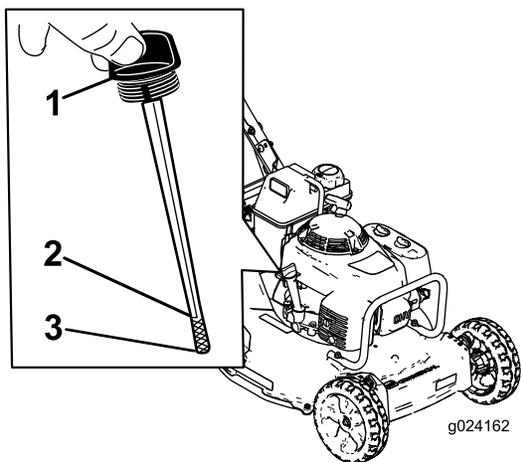

図 7
オイルの量がディップスティックの Add と Full のマークの間にあるかどうか、使用ごとに点検してください 図 7。
2. ディップスティックの周囲をきれいにする 図 7。